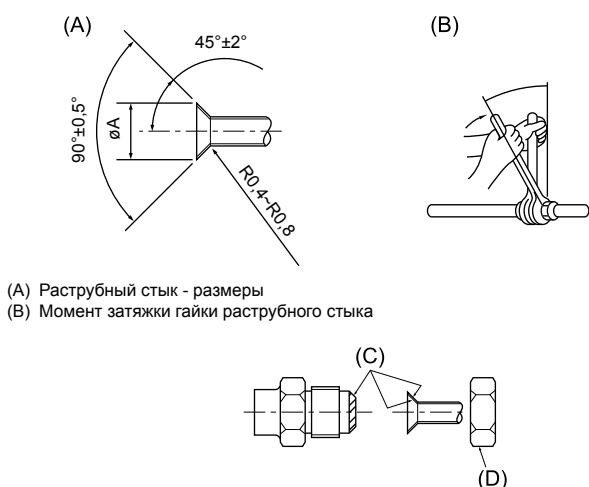

Fig. 4-1
### 4.2. Соединение труб (Fig. 4-1)
(A) (Fig. 4-1)
(B) (Fig. 4-1)